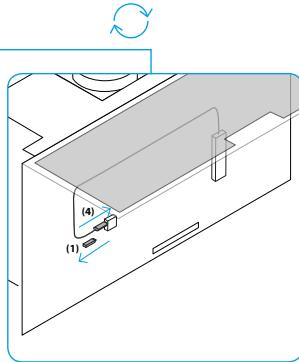

Fig. 3 Enkel installation av mottagaren
Fig. 3 Installazione semplificata del ricevitore Il ricevitore può essere installato facilmente senza strumenti aggiuntivi: aprire la **parte anteriore** della cappa, rimuovere la levetta (1) e collegare il ricevitore (4).